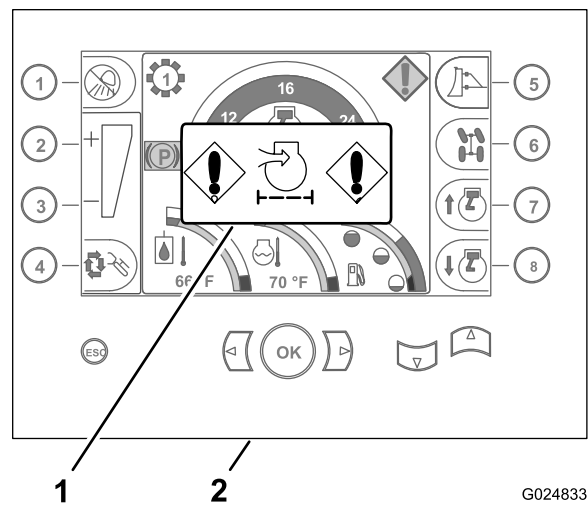

Bild 27
2. Prüfen Sie, ob die Anzeige für einen verstopften Luftfilter auf dem Startbildschirm im Command Center angezeigt wird (Bild 27).